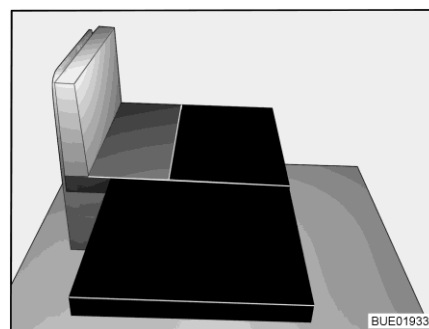

Fig. 64 Dopo la trasformazione
- Adagiare il cuscino aggiuntivo grande sul rivestimento del cuscino (vedere Fig. 64).